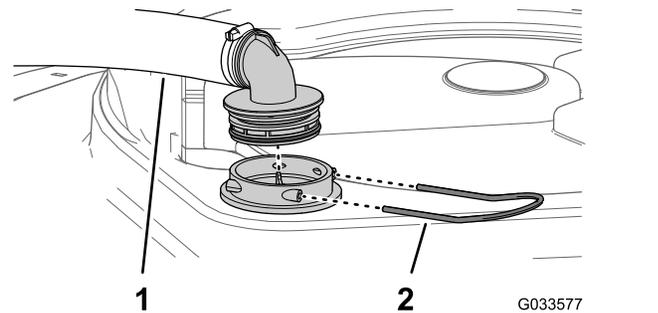

Figura 107
- Na parte superior do depósito do pulverizador, retire a fixação que prende a união da mangueira unida à tubagem grande da estrutura do filtro (Figura 107).
- Retire a tubagem e a união da tubagem da estrutura do filtro (Figura 107).